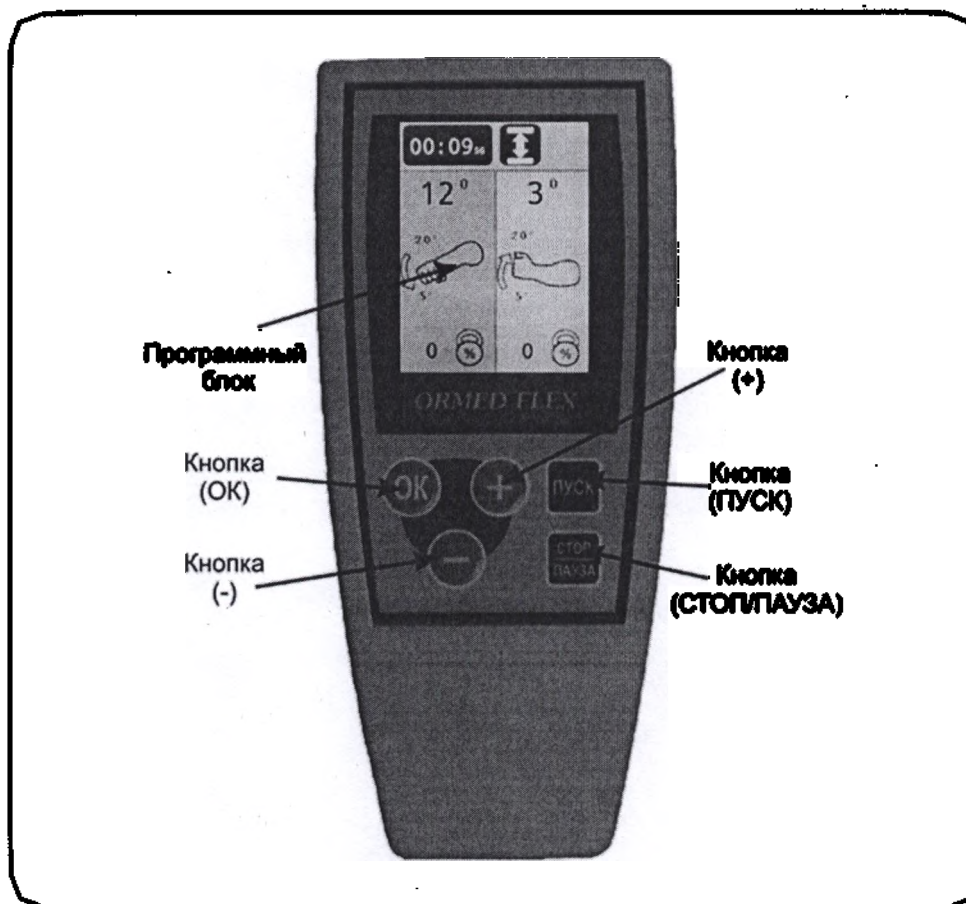

Рисунок 7.1 – Элементы пульта управления
6.1.1 Ослабив фиксатор высоты стойки (11) (см. рис. 7.1а, б), выньте подлокотник (12) из узла отведения/приведения (10). Уберите подлокотник в сторону.
6.1.4 Ослабьте фиксатор регулятора угла сгиба локтевого сустава (26), разверните мотор В (23) на 180 градусов в шарнире таким образом, чтобы мотор В оказался перед креслом. Ослабьте фиксаторы (29) механизма переворота (22), переверните на 120 градусов поддержку предплечья, чтобы она оказалась перед креслом (рис.7.1в, рис. 7.1г). Зафиксируйте положение.